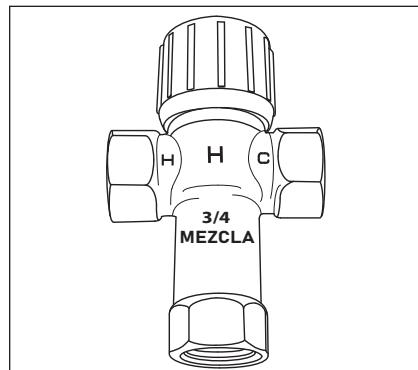

Figura 8 - Las válvulas mezcladoras termostáticas instaladas en cada punto de uso pueden ayudar a evitar escaldaduras.
- Válvulas mezcladoras termostáticas en el punto de uso (Figura 8 en la página 8)
Instale válvulas mezcladoras termostáticas (Figura 8) para regular la temperatura del agua suministrada hacia cada punto de uso (por ejemplo, el lavaplatos, el lavamanos, la bañera, la ducha). Consulte las instrucciones del fabricante de la válvula o con una persona calificada.
**¡ADVERTENCIA!** Aunque el termostato del calentador de agua esté configurado a una temperatura relativamente baja, el agua caliente puede producir escaldaduras. Instale válvulas mezcladoras termostáticas en cada punto de uso para reducir el riesgo de escaldaduras (consulte la página 4 y la Figura 8).